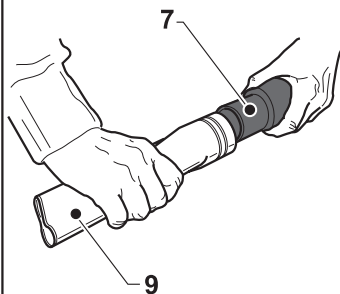

Fig. 8
- Вставить штепсельную вилку (12 Рис. 8) в электрическую розетку.
- Отключить штепсельную вилку (12 Рис. 8) от электрической розетки.